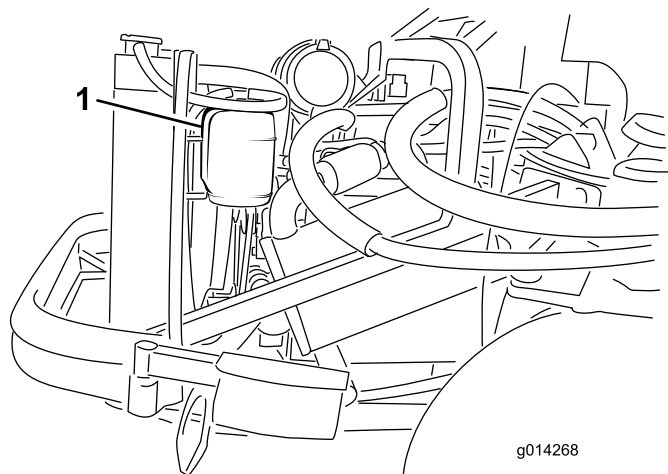

図 82
1. 液量の点検は補助タンクで行う(図 82)。タンク側面についている2本のマークの間にあれば適正である。